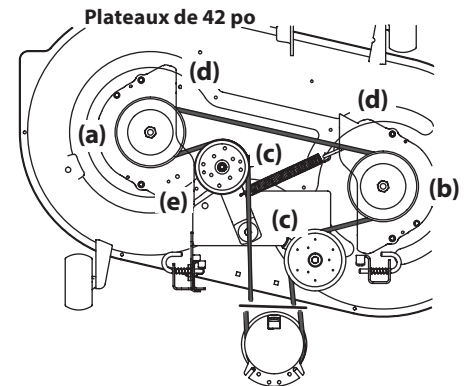
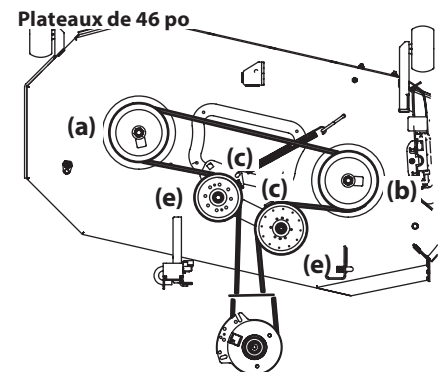
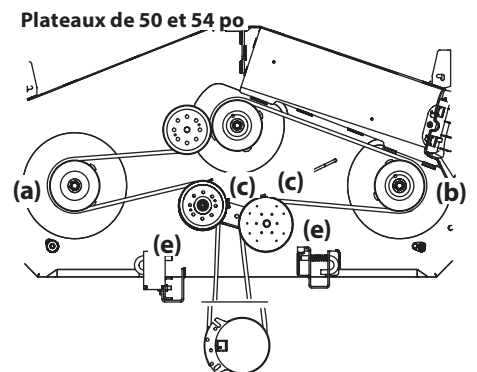

Figure 4-17
Figure 4-18
Figure 4-19
2. Desserrez la quincaillerie de la poulie de tension droite (a) et de la poulie de tension gauche (b), mais ne la retirez pas. Voir Figure 4-17 pour les modèles dotés d'un plateau de coupe de 42 po, Figure 4-18 pour ceux dotés d'un plateau de 46 po et Figure 4-19 pour les modèles dotés d'un plateau de 50 po et de 54 po.